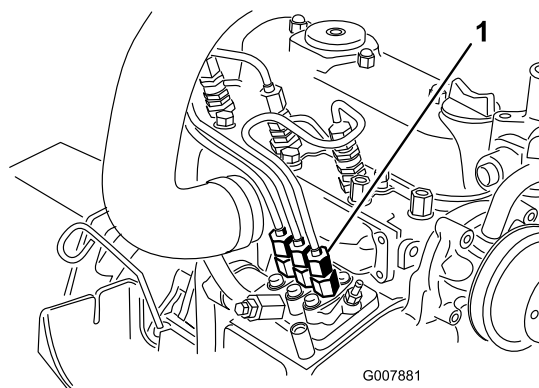

Figura 46
1. Coloque un trapo debajo del conector del tubo que viene desde la bomba de inyección a la boquilla del inyector N° 1, según muestra Figura 46.